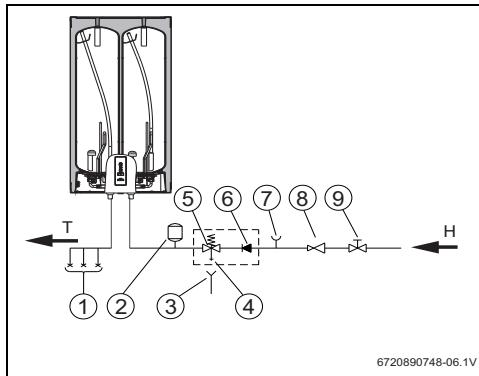

Fig. 7 Sistema fechado (pressurizado)
- ▶ No caso de sistema fechado sob pressão (Fig 7.) devem ser utilizadas torneiras misturadoras sob pressão nos pontos de consumo.
- Montar a válvula de segurança na ligação de água fria do termoacumulador (Fig. 7).
- instalar uma válvula redutora (Fig. 7). A válvula de segurança vai atuar sempre que a pressão da água no termoacumulador for superior a 9 bar ($\pm 0,5$ bar), pelo que é necessário prever uma forma de canalizar o escoamento dessa água.